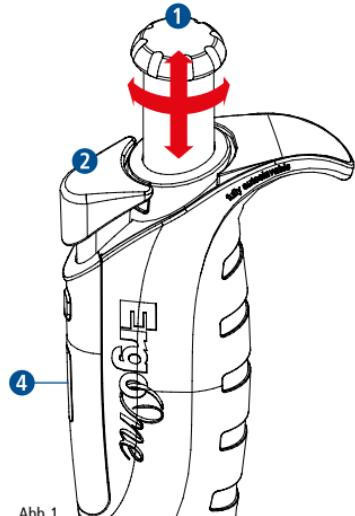

Abb.1
Lösen Sie die Arretierung der Volumeneinstellung durch Ziehen des Bedienknopfes ①, es ertönt ein Klickgeräusch (Abb. 1). Durch Drehen des Bedienknopfes ① im Uhrzeigersinn verringert sich das aufzunehmende Volumen, durch Drehen entgegen dem Uhrzeigersinn erhöht es sich. Das eingestellte Volumen wird auf der 4-stelligen Volumenanzeige ④ in der Sicht von oben nach unten angezeigt, die weiße Trennlinie zeigt den Dezimalpunkt. Um ein größeres Volumen einzustellen, überschreiten Sie die erforderliche Volumeneinstellung um 1/3 Drehung und verringern Sie danach das Volumen langsam, bis Sie das Zielvolumen erreicht haben. Stellen Sie sicher, dass Sie die Markierung nicht überschreiten. Nach Abschluss der Volumeneinstellung wird der Bedienknopf ① durch Drücken nach unten arretiert, es ertönt erneut ein Klickgeräusch. Die Pipette ist nun betriebsbereit.